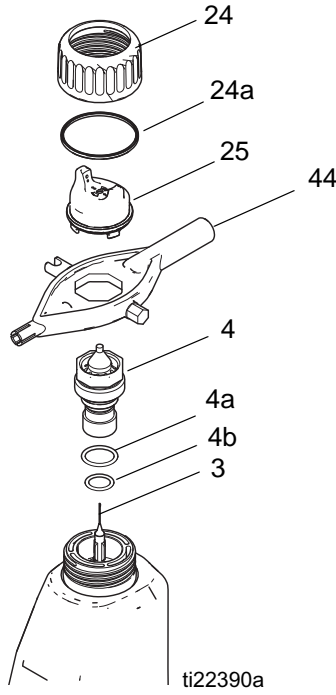

FIG. 28. Hava Başlığı/Nozulun Değişirilmesi
2. Tutma halkasını (24) ve hava başlığını (25) sökün. Bkz. FIGURE 28.
3. Çok işlevli alet (44) ile akışkan nozulu (4) tertibatını sökün.